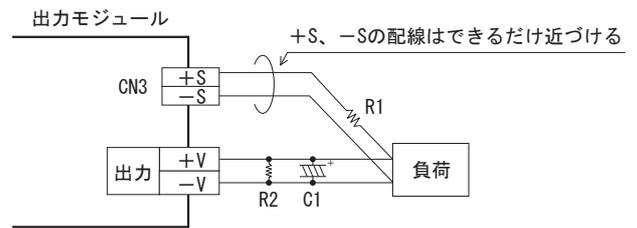

図3.6 リモートセンシングを使用する場合
- リモートセンシングを使用する場合の結線を図3.6に示します。